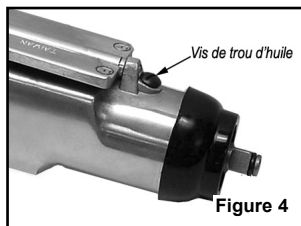

Figure 4
Pour conserver le rendement optimal du moteur pneumatique, il faut le lubrifier à chaque utilisation. Des résidus de poussière, de saleté et d'huile se logeront à l'intérieur de l'outil et en réduiront le rendement. Un huilier sur canalisation est recommandé pour lubrifier automatiquement l'outil de façon adéquate (voir Figure 1). Si ce dispositif n'est pas disponible, il est possible de lubrifier l'outil manuellement par l'orifice d'admission (voir Figure 4).
- Retirez la vis du trou d'huile situé devant le commutateur de marche avant-arrière (voir Figure 4).